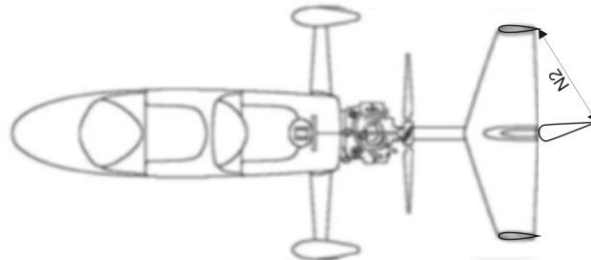

Abb. 1 - Seitenrudereinstellung
- 3 Prüfen/einstellen $N2 = 860 \text{ mm}$ (+/- 10 mm). Siehe Abb. 1.